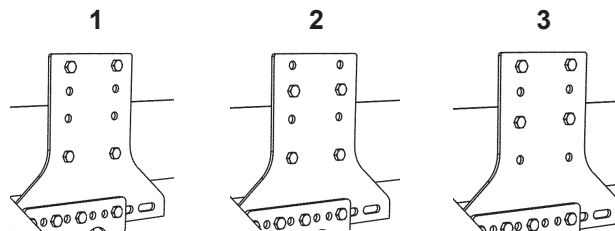

Figura 25. Fije el soporte del bastidor en el bastidor del vehículo. Se recomiendan las posiciones 1 y 2, la posición 3 debe evitarse si es posible.
12. Fije el soporte del bastidor en el bastidor del vehículo. Utilice los tornillos M14x45 suministrados. Fije por lo menos con 4 tornillos en cada soporte del bastidor. Véase Figura 25 para la ubicación de los tornillos. Par de apriete 120 Nm.